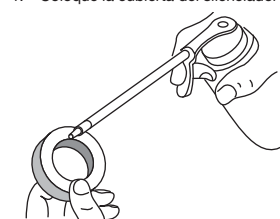

Fig. 27
3. Lave el filtro con agua y detergente (Fig. 27). Enjuague bien el filtro. Escurre el exceso de agua. Déjelo secar por completo.